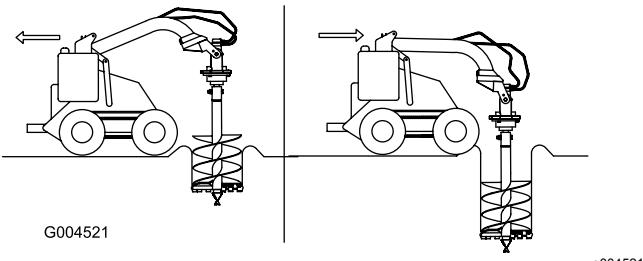

Рисунок 10
- Медленно опускайте шнек по мере разрыхления почвы. Во время погружения по мере необходимости перемещайте тяговый блок назад или вперед, чтобы сохранять вертикальное положение шнека (Рисунок 10).